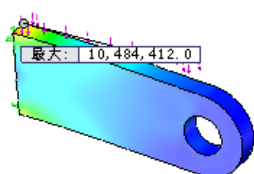

图 12.3.26 显示最大注解
- ☒ **显示最大注解** 复选框：在模型中显示最大注解（图 12.3.26）。